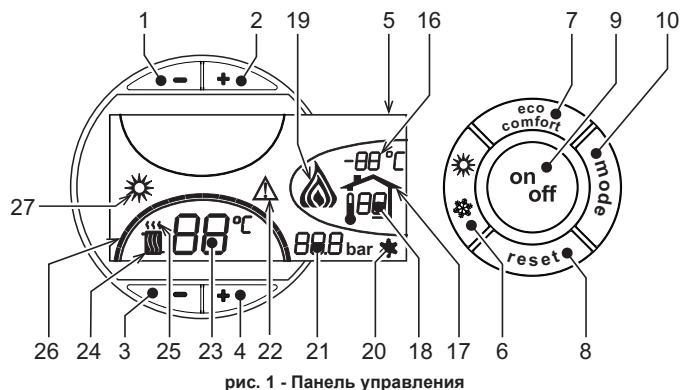
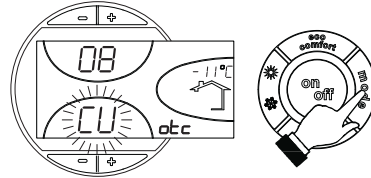
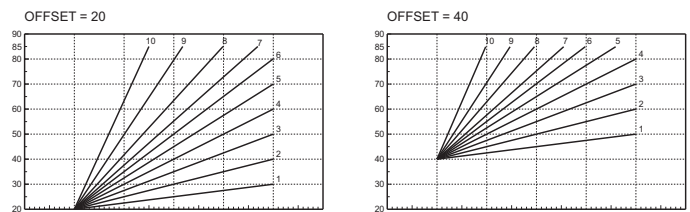

рис. 1 - Панель управления
рис. 9 - Кривая погодозависимого регулирования
рис. 12 - Пример параллельного смещения кривых погодозависимого регулирования
Нажмите клавишу on/off (поз. 9 - рис. 1) в течение 1 секунды.
Для повторного включения котла снова нажмите клавишу on/off (поз. 9 - рис. 1) в течение 1 секунды.
- Нажмите кнопку ВКЛ/ВЫКЛ (9 - рис. 1)
Нажмите клавишу **Лето/Зима** (поз. 6 - рис. 1) на 1 секунду.
На дисплее высвечивается символ "Лето" (поз. 27 - рис. 1). При этом котел будет вырабатывать только воду для ГВС. Остается активной система защиты от замерзания.
Для выключения режима "Лето" вновь нажмите клавишу **Лето/Зима** (Поз. 6 - рис. 1) на 1 секунду.
Температура в системе отопления регулируется в пределах от 30°C до 80°C с помощью клавиш (дет. 3 и 4 - рис. 1).
Температура в системе ГВС регулируется в пределах от 10°C до 65°C с помощью клавиш (поз. 1 и 2 - рис. 1).
При установке внешнего датчика (опция) на дисплей панели управления (поз. 5 - ) выводится рис. 1 текущая внешняя температура, измеряемая этим датчиком. При этом система управления котлом работает в режиме "Плавающая температура". В этом режиме температура воды в системе отопления регулируется в зависимости от внешних климатических условий с тем, чтобы обеспечить максимальный комфорт и экономии энергии в течение всего года. В частности, при увеличении температуры наружного воздуха уменьшается температура подаваемой в систему отопления воды в соответствии с определенной "характеристикой компенсации".
В режиме плавающей температуры величина, заданная с помощью клавиш регулировки отопления (поз. 3 и 4 - рис.1) , становится максимальной температурой воды системы отопления. Рекомендуется устанавливать ее на максимальную величину, чтобы позволить системе выполнять регулировку во всем полезном рабочем диапазоне.
При однократном нажатии на клавишу **Режим** (поз. 10 - рис. 1) отображается фактическая компенсационная кривая (рис. 9), которую можно изменить с помощью **клавиш системы ГВС** (поз. 1 и 2 - рис. 1).
При нажатии **клавиш регулировки температуры отопления** (поз. 3 и 4 - рис. 1) обеспечивается доступ к режиму параллельного изменения кривых (рис. 12), изменяемого с помощью **клавиш системы ГВС** (поз. 1 и 2 - рис. 1).
При повторном нажатии клавиши **Режим** (поз. 10 - рис. 1) осуществляется выход из режима регулировки параллельных кривых.
Если к котлу подключено устройство дистанционного управления с таймером (опция), вышеописанные регулировки производятся в соответствии с указаниями, приведенными в таблице 1. При этом на дисплее пульта управления (поз. 5 - рис. 1) высвечивается температура в помещении, измеряемая устройством дистанционного управления.
Выбор режимов ECO/COMFORT	При выключении режима ГВС с пульта ДУ котел переходит в режим "Eco-поту". В этих условиях клавиша 7 - рис. 1 на панели котла отключена. При включении режима ГВС с устройства ДУ с таймером котел устанавливается в режим Comfort. В этих условиях с помощью клавиши 7 - рис. 1 на панели управления котла можно выбрать любой из этих двух режимов.